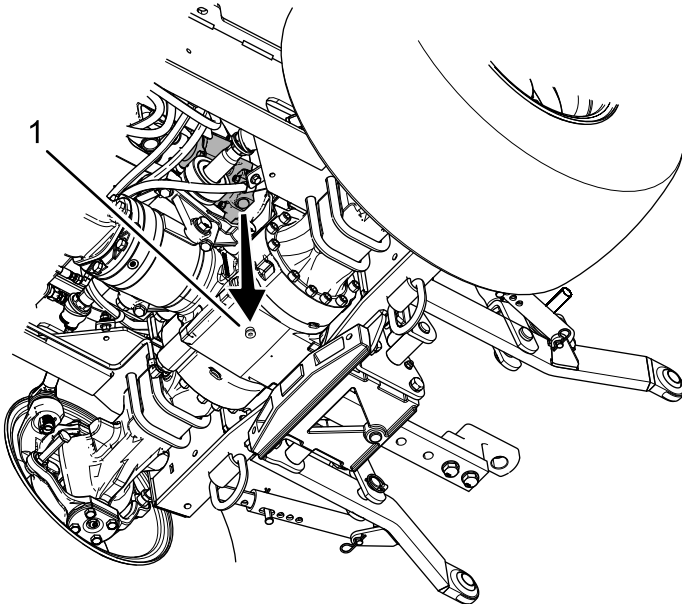

Bild 106
3. Entfernen Sie die Schraube von der Ablassöffnung (Bild 106).